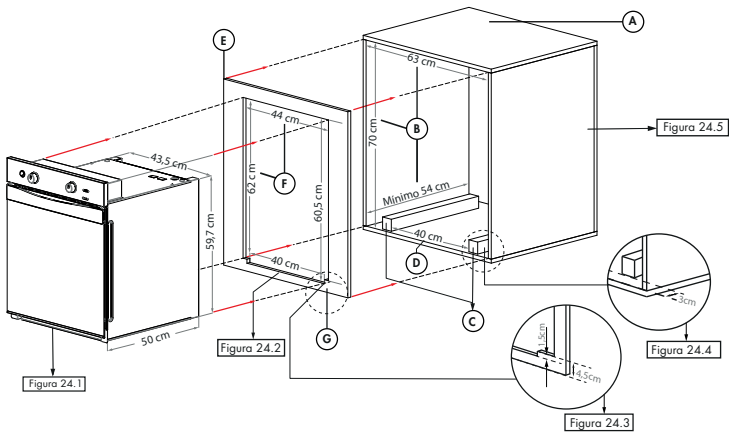
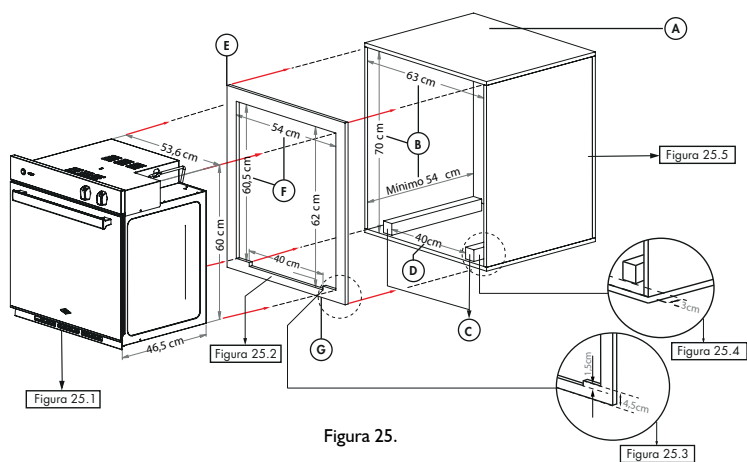

Figura 24.
Figura 25.
1. Tenga en cuenta las medidas de la figura 24 (Horno L50) y figura 25 (Horno L60) para para la construcción de la cavidad de empotre para el horno.
2. Construya la tapa frontal con las dimensiones de la figura 24, la cual contiene las medidas de ruteo para el empotre del horno. Ver detalle de corte de figura 24.3.